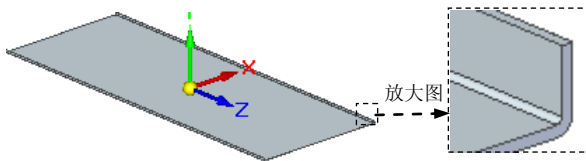

图 8.13.254 镜像特征 1
(4) 单击按钮，完成特征的创建。
Step4. 创建图 8.13.254 所示的镜像特征 1。
(1) 选取要镜像的特征。选取弯边特征 1 为镜像源。
(2) 选择命令。单击“主页”功能选项卡“阵列”工具栏中的镜像按钮。
(3) 定义镜像平面。选取右视图 (YZ) 平面为镜像平面。